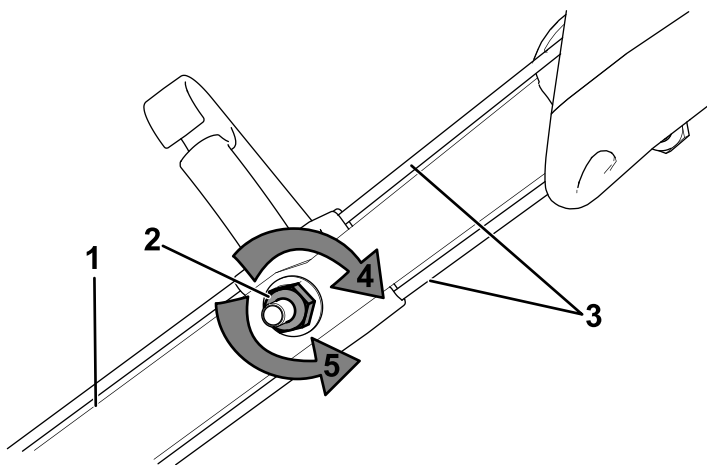

Figura 29
1. Rode a porca de ajuste no sentido contrário ao dos ponteiros do relógio para folgar os ajustes dos cabos (Figura 29).
2. Ajuste a tensão dos cabos (Figura 29) puxando-os para trás ou empurrando-os para a frente e mantendo a posição.